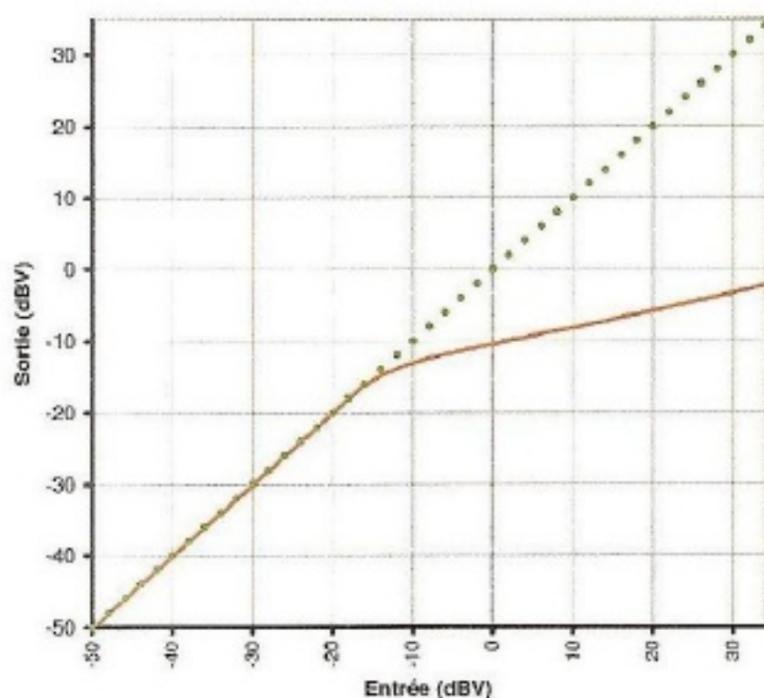

Figure 1 :
**L**a prise de son en temps réel nous réserve bien des surprises. Une simple maladresse d'un orateur et notre installation subit une pointe de 10 dB (soit dix fois en puissance !) entraînant l'irréversible saturation de l'installation. Le rôle du compresseur est de restituer le signal de manière transparente jusqu'à un certain niveau préalablement fixé et de le limiter progressivement au-delà de ce niveau (**figure 1**).